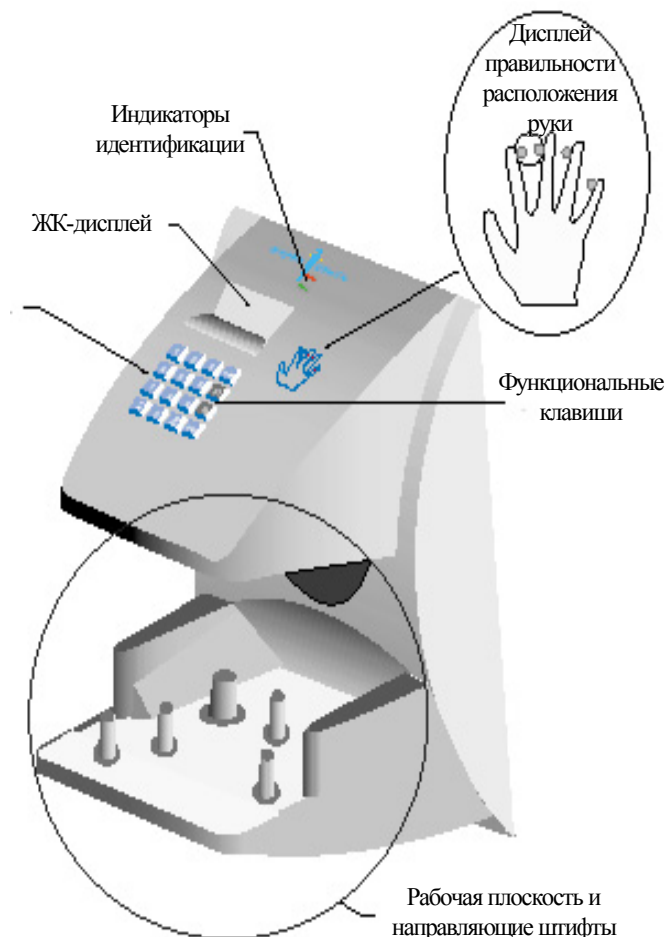

Рисунок 1-1: HandKey II
2. “Рабочая плоскость” это плоская поверхность в нижней части считывателя Hand Reader (см. Рисунок 1-1). Сюда пользователи должны помещать кисти своих рук для регистрации и идентификации. На рабочей плоскости имеются направляющие штифты, указывающие правильное положение пальцев.